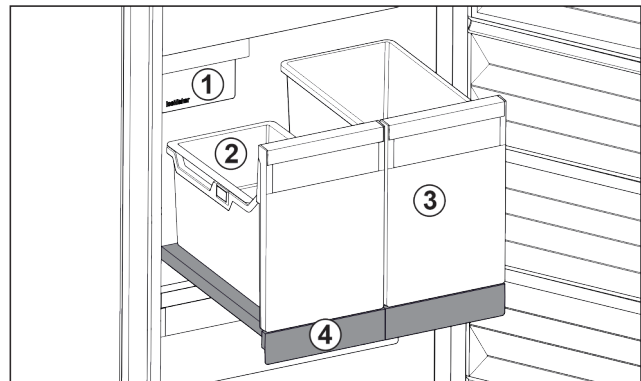

Fig. 117 Compartiment coulissant avec IceTower
(1) IceMaker
(2) Balconnet pour glaçons
(3) Bac pour pizzas, boissons alcoolisées, etc.
(4) Compartiment coulissant
Le compartiment coulissant comprend deux bacs hauts (IceTower). Le bac Fig. 117 (2) permet de recueillir et de stocker les glaçons de l'IceMaker. Les bacs Fig. 117 (3) sont conçus pour stocker des aliments hauts comme les pizzas et boissons alcoolisées.